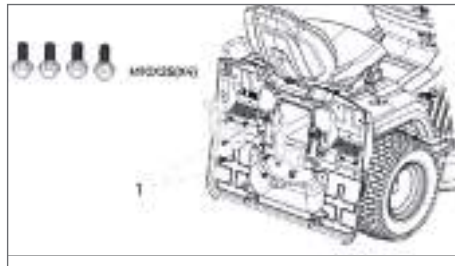

Рис. 9
6.8 Установка поворотного крепления травосборника (рис. 9)
- Установите поворотные кронштейны (рис. 9, поз. 1) с помощью 4 болтов (M10x25).